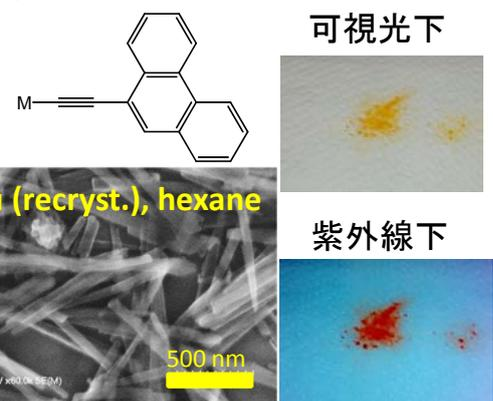

図3 9-エチニルフェナントレンによるナノワイヤー
- 機能性分子として、蛍光性のあるフェナントレンを持つ金属アセチリドを使用した例を図3に示します。銀錯体の場合は蛍光を呈しませんでした。銅錯体の場合は、蛍光を呈しました。